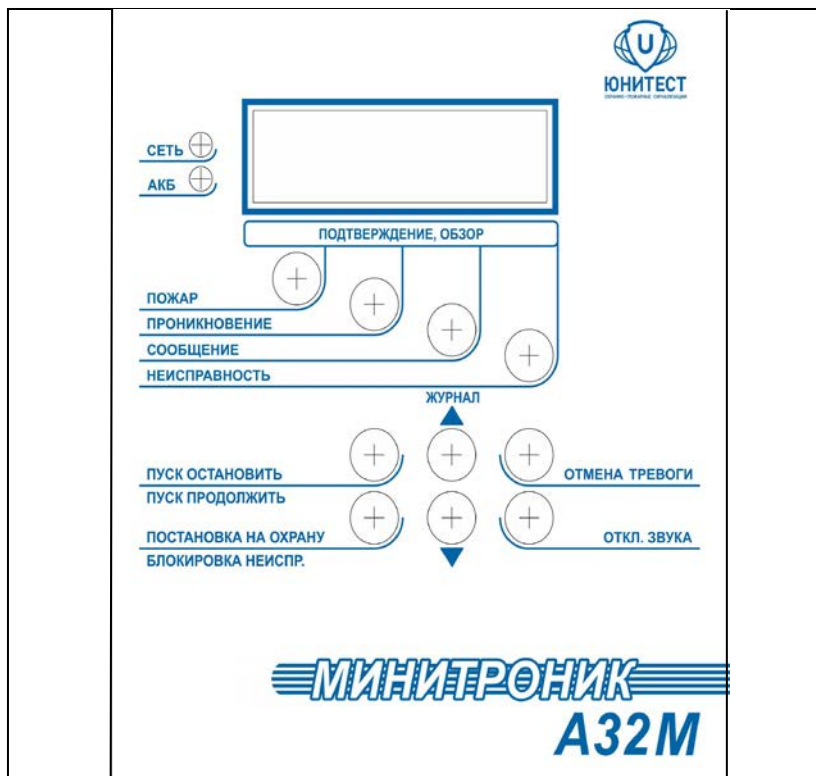

Рис.1. Органы управления и индикации АПКП «Минитроник А32М».
1.12. Органы управления и индикации АПКП показаны на рис.1.